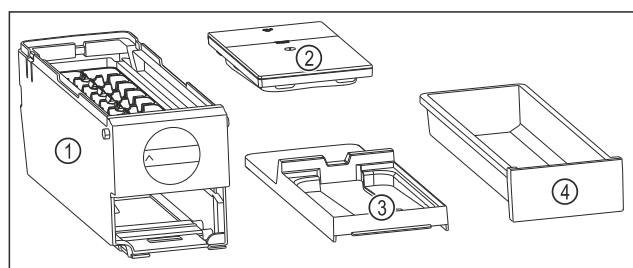

Fig. 173 Составные части EasyTwist-Ice
- EasyTwist-Ice разобран на четыре части. (см. Fig. 173)
- Разбирайте EasyTwist-Ice только на составные части, представленные на рисунке. (см. Fig. 173)
- Очищайте корпус EasyTwist-Ice Fig. 173 (1) как цельное устройство.